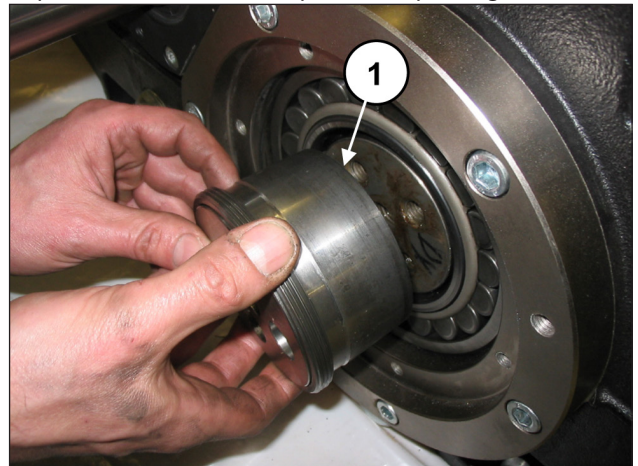

Fig. 21
Déposer les deux douilles de pression (rep. ①, Fig. 21).